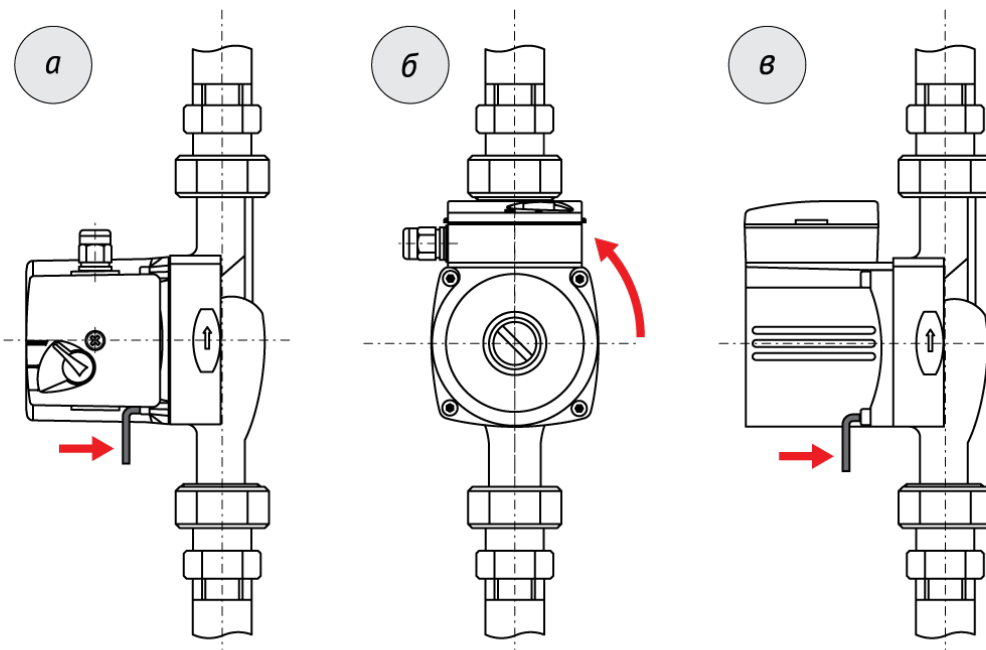

Рис.4
2. Открутите четыре винта, которые крепят корпус электродвигателя (рис. 4а).
3. Поверните корпус в нужное направление (положение) таким образом, чтобы совпали крепёжные отверстия (рис. 4б).
4. Установите винты в отверстия и затяните в перекрёстном направлении (рис. 4в).